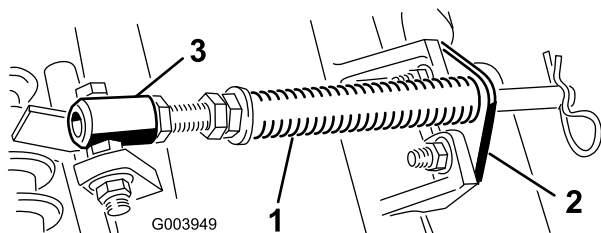

**Figura 4**
4. Il contrappeso (Figura 4) deve essere montato dal lato giusto dell'elemento di taglio, come descritto nel *Manuale dell'operatore* degli elementi di taglio.